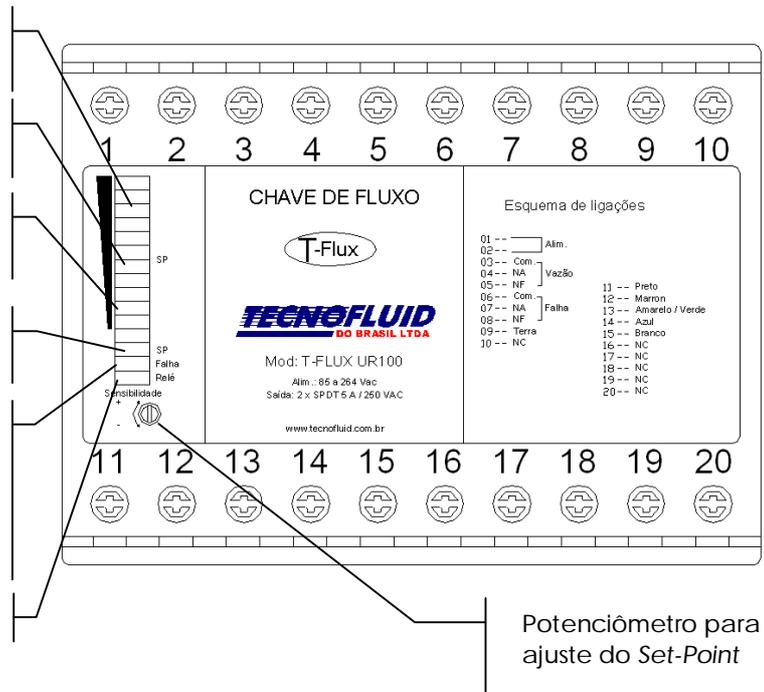

Fig 4.2
3. Gire o potenciômetro de ajuste do *Set-Point* (fig. 4.2), no sentido anti-horário até que o *LED* amarelo de sinalização de *Set-Point* esteja apagado.
4. Gire o potenciômetro de ajuste do *Set-Point* (fig. 4.2), no sentido horário até que todos os *LEDs* verdes estejam acesos. Tomando o cuidado para não continuar girando o potenciômetro depois que o último *LED* verde acender, para não passar excessivamente do ponto de ajuste.
4. Gire o potenciômetro de ajuste do *Set-Point* (fig. 4.2), no sentido horário até que o primeiro *LED* verde à direita do *LED* amarelo esteja aceso.